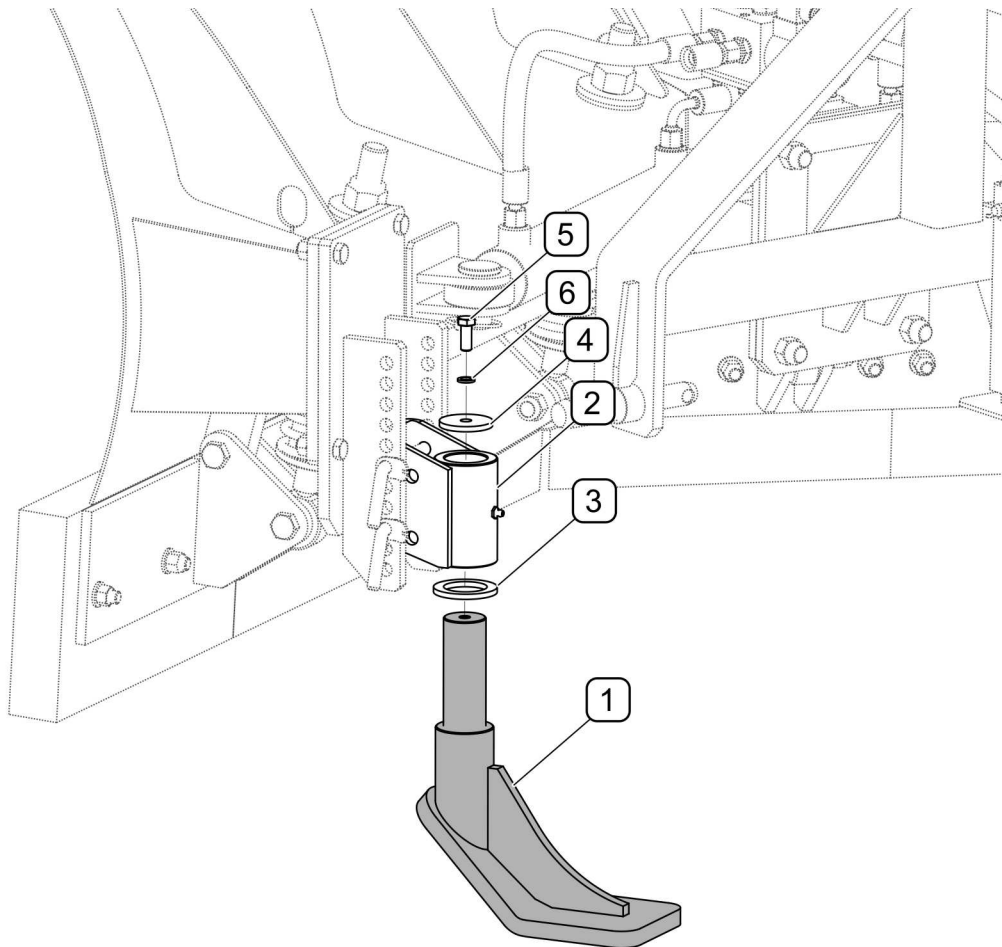

РИСУНОК 5.2 Заміна башмаків (необов'язково)
Якщо елементи башмака надмірно зношені або пошкоджені, необхідно замінити їх новими (РИСУНОК 5.2). Для цього необхідно підняти відвал вгору і встановити його на достатньо стійких і міцних опорах. Якщо відвал навішений і піднятий на передній ТСН, його необхідно додатково убезпечити від опускання, а також знерухомити трактор (вимкнути двигун і затягнути стоянкове гальмо). Ослабте болт (5) і витягнути башмак (1) з гнізда (2). Перевірити башмак, а також інші елементи на наявність пошкоджень або надмірного зносу. Перелік робочих елементів башмака і їх каталожних номерів наведено в ТАБЛИЦЯ 1.3.